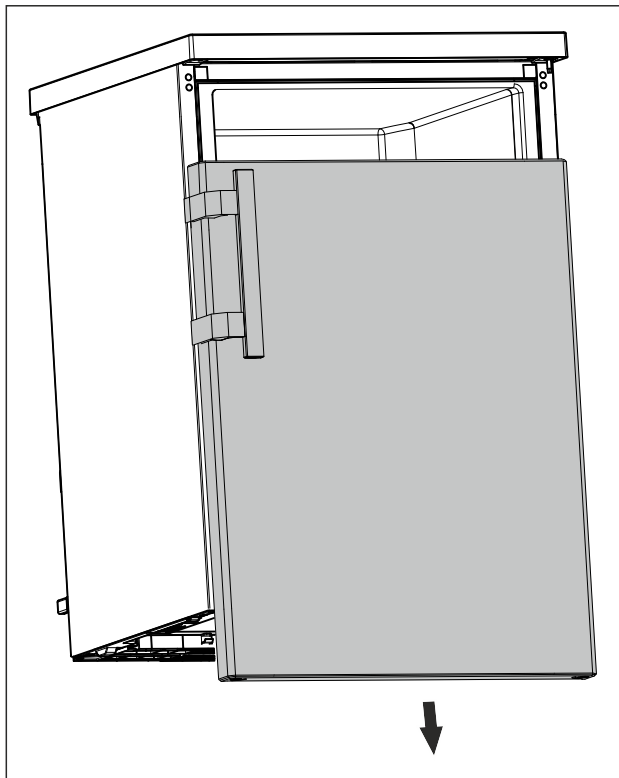

Fig. 17
- ▶ Зніміть дверцята в напрямку вниз. (див. Fig. 17)